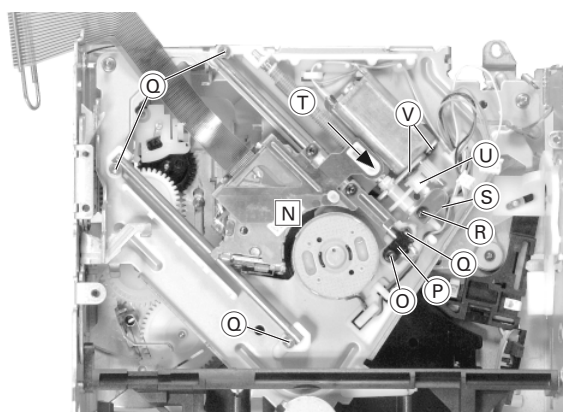

Fig. 11
- Schraube (O) herauserschrauben und den Schalter (P) abnehmen (Fig. 11).
- 4 Schrauben (Q) herauserschrauben (Fig. 11) und die Pick-Up-Einheit herausnehmen.
- Undo screw (O) and take away the switch (P) (Fig. 11).
- Undo 4 screws (Q) and remove the Pick Up Unit.
- Schraube (R) herauserschrauben und die Blattfeder (S) herausnehmen (Fig. 11).
- Spindel (T) und Zahnrad (U) in Pfeilrichtung herausziehen (Fig. 11).
- 2 Schrauben (V) (Fig. 11) herauserschrauben und den Motor abnehmen.
- Undo screw (R) and remove the plate spring (S) (Fig. 11).
- Pull out the spindle (T) and the gear wheel (U) in direction of the arrow (Fig. 11).
- Undo 2 screws (V) (Fig. 11) and remove the motor.